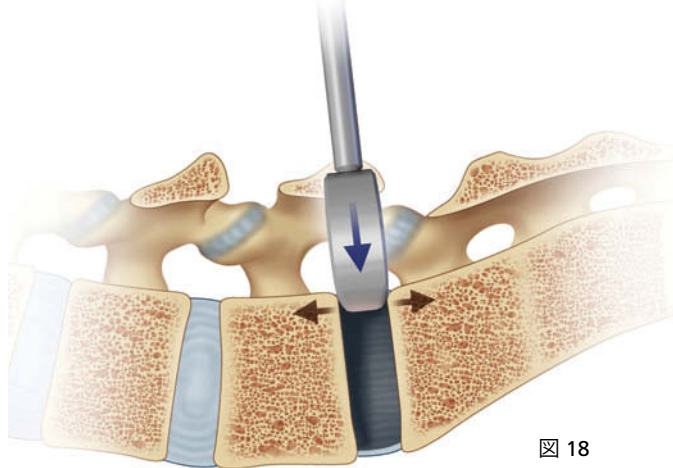

図 18
2. インプラント挿入前に、ケージ設置予定場所の評価と適切なインプラントを決めるために、トライアルを使用する必要があります(図18)。